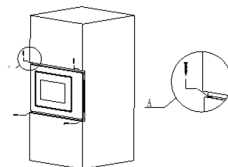

Fig.4
4. Użyj śrub z opakowania części, aby zamocować kuchenkę mikrofalową w szafce. (Rys. 4)